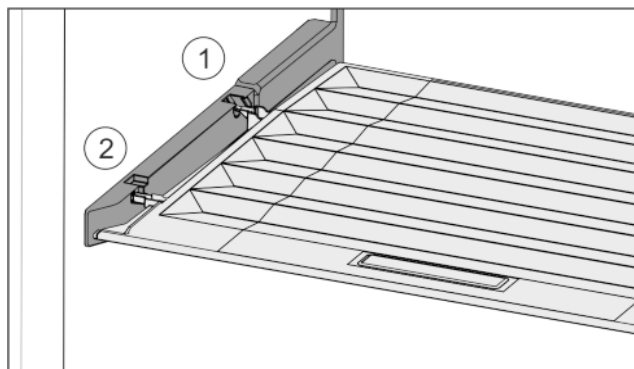

Fig. 33
- Introduire les rainures du couvercle par l'orifice du support arrière Fig. 33 (1) et les enclencher à l'avant dans le support Fig. 33 (2).